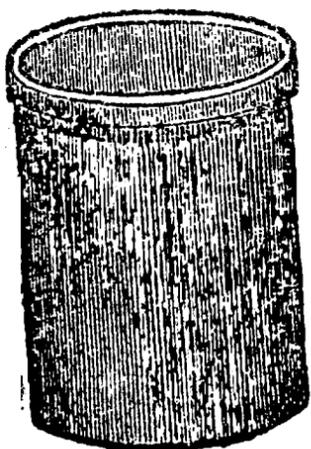

Рис. 128.
1) Изъ наружнаго стакана, который обыкновенно бываетъ стеклянный или фарфоровый, но для нашей цѣли въ видахъ экономіи можетъ быть пріобрѣтенъ просто изъ глины, хорошо покрытой въ серединѣ глазурю (рис. 128). Стаканъ этотъ долженъ быть такого размѣра, чтобы въ него свободно входили ниже поименованный цинкъ и другой стаканъ, меньшаго размѣра, о чемъ скажемъ сейчасъ же.